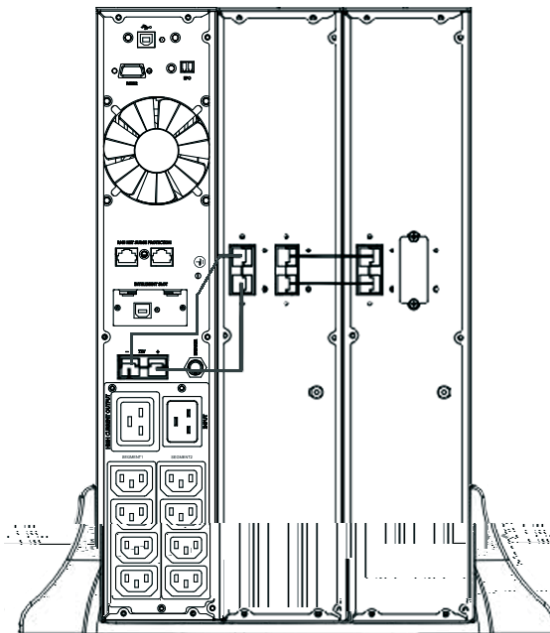

Рисунок 11. Подключение ВБМ к ИБП
- a. Установите основу, затем установите ИБП и ВБМ на одно основание рядом друг с другом, как показано на Рис. 11.